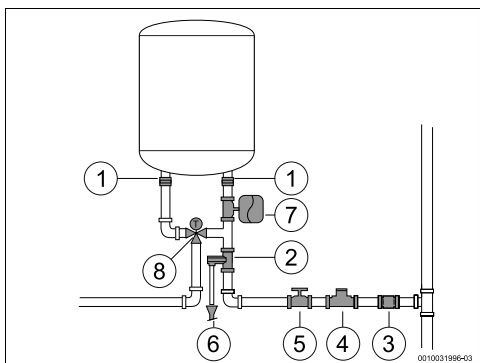

Рис. 7 Подключение воды
Для предотвращения неисправностей, вызванных неожиданными колебаниями давления в водопроводной сети, рекомендуется установить перед баком обратный клапан (рис. 7, [7]).
- Установите предохранительный клапан на подводе холодной воды к баку (рис. 7).
- ▶ установить редуктор давления (рис. 7, [4]). Предохранительный клапан срабатывает всякий раз, когда давление воды в оборудовании превышает 8 бар (± 1 бар), поэтому необходимо предусмотреть способ слива этой воды.
- ▶ установить расширительный бак (рис. 7, [7]), чтобы предотвратить частое открытие предохранительного клапана. Объем расширительного бака должен быть равным 5% объему оборудования.
- ▶ Закройте водопроводный кран (→ рис. 7).